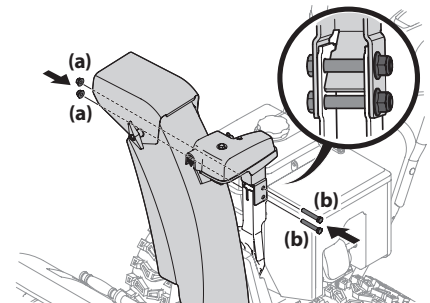

Figura 2-36
- Ubique el conjunto del canal sobre la base del canal y el cabezal de control del canal sobre la ménsula de soporte del canal. Consulte Figura 2-36.
- Sujete el cabezal de control del canal a la ménsula de soporte del canal con las tuercas de seguridad (a) y los tornillos hexagonales (b) que extrajo en el Paso 1. Consulte Figura 2-36.